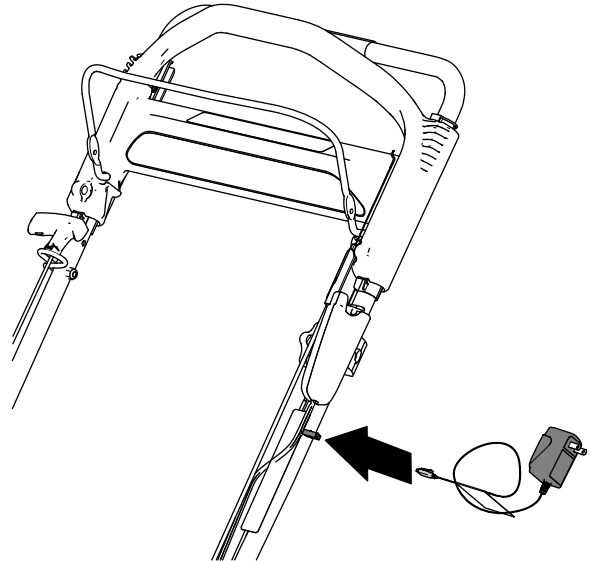

Bild 41
1. Schließen Sie das Ladegerät an den Kabelbaum an, der sich unter der Elektrostarttaste befindet (Bild 41).